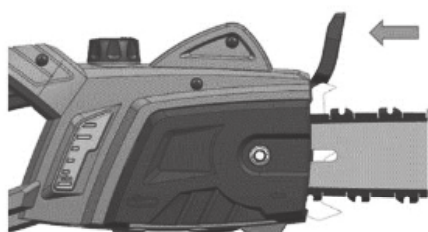
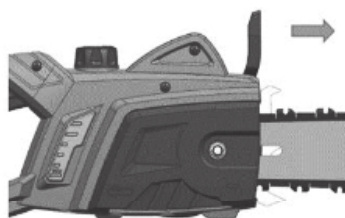

Fig.1A
Fig.1B
Il freno della catena viene disinnestato (la catena può muoversi) quando il freno viene tirato indietro e bloccato. Questa è la normale posizione di marcia (Fig.1A). Il freno della catena è inserito (la catena non può muoversi) quando il freno è in posizione avanzata (Fig. 1B).
A. Assicurarsi di aver disinnestato il freno della catena (Fig. 1A).